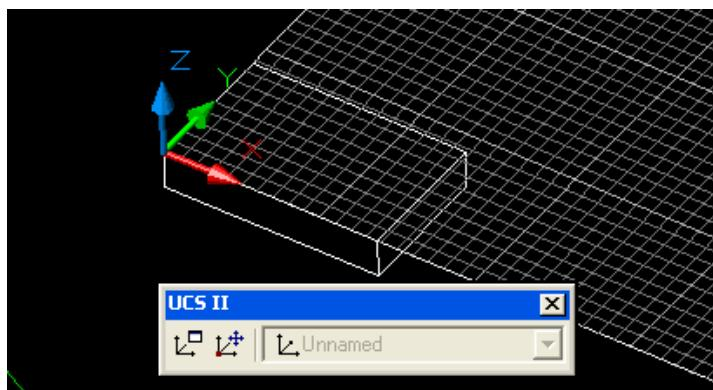

Рис. 7.9. ПСК в новой точке с сохранением направления осей X и Y
- 1) с помощью инструмента устанавливаем начало ПСК в новую точку (левый угол верней грани параллелепипеда) с сохранением направления осей X и Y (рис. 7.9);